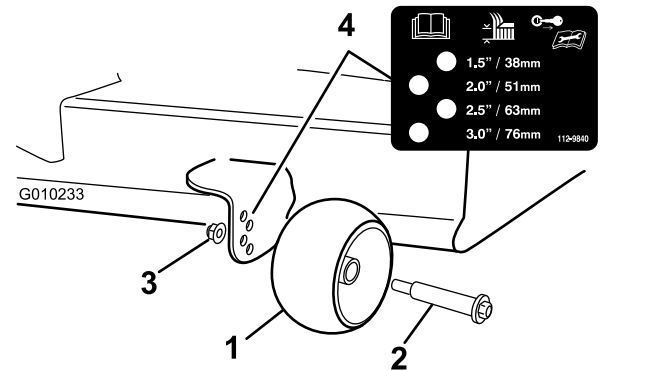

Figure 18
3. Réglez les galets anti-scalp (Figure 18) en fonction de la position de hauteur de coupe la plus proche.